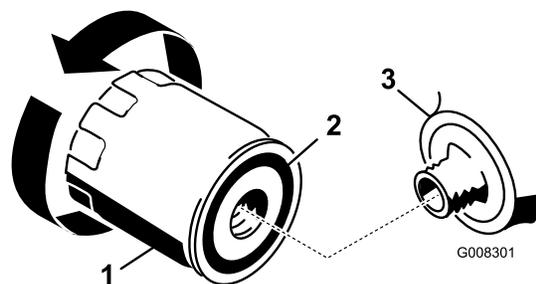

Figure 25
- Déposez le filtre à huile usagé et essuyez la surface du joint de l'adaptateur (Figure 25).
- Appliquez une fine couche d'huile moteur neuve sur le joint en caoutchouc du filtre de rechange (Figure 25).
- Serrez alors de 1/2 à 3/4 de tour supplémentaire (Figure 25).